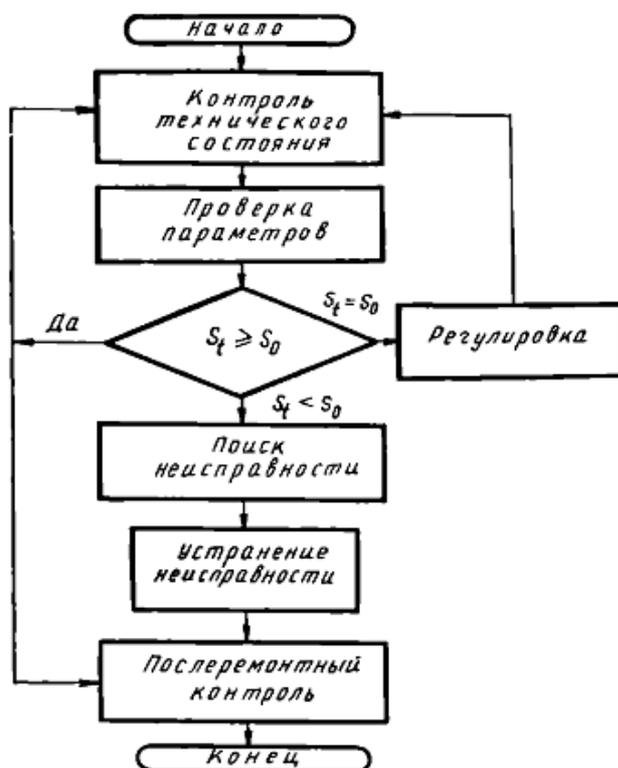

Рис.3.1 Алгоритм диагностики БРЭА по состоянию
- 2) анализ с помощью контрольно-измерительной аппаратуры (КИА) выходных и промежуточных сигналов в реальных условиях работы аппаратуры. Оба способа можно представить в виде алгоритма диагностики состояния РЭА (рис. 3.1). Основные шаги алгоритма следующие: